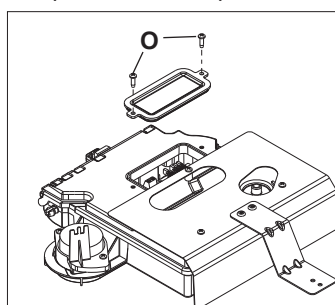

fig. 4a
- accedere alla scheda dopo aver svitato le viti "O" e rimosso il coperchietto di accesso (fig. 4a)